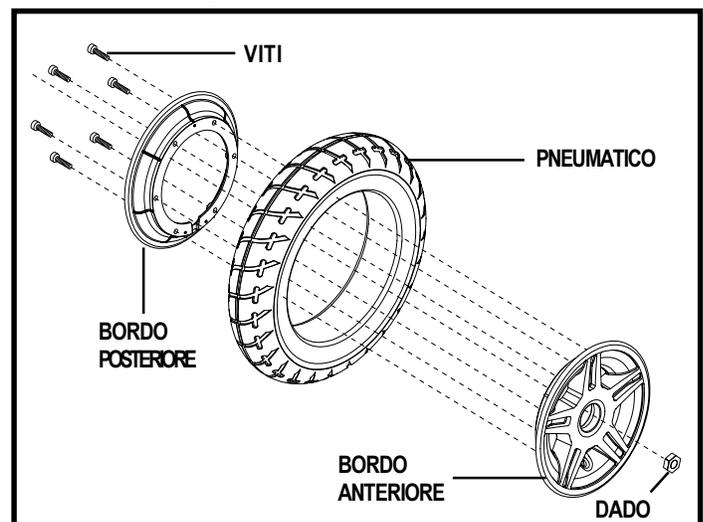

Figura 29. Ruota motrice della Quantum 600
6. Rimuovere le viti che fissano le due metà del bordo insieme. Vedere figura 29.